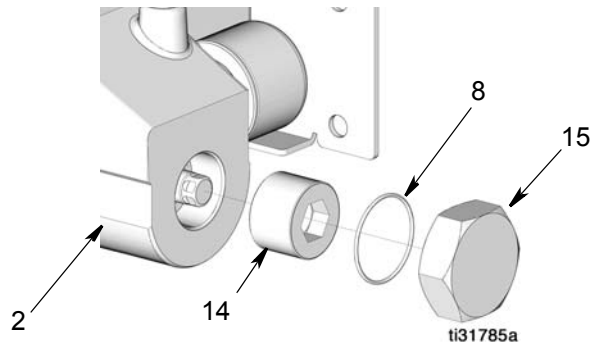

图 16
2. 从泵底座（2）上拆下泵端螺母（14）和 O 形圈（8）（图 16）。